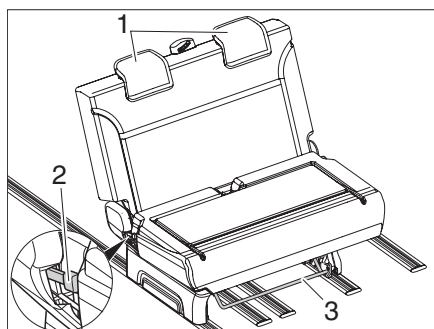

Figure 15 Banquette
- ▷ Ne pas se tenir sur l'étrier (Figure 15,3).
- ▷ Ne pas porter la banquette-banquette-lit par l'étrier (Figure 15,3).
- ▷ Déplacer la banquette-banquette-lit uniquement en position assise. Ne pas pousser ou tirer la banquette en position latéralement sur l'étrier (Figure 15,3).
- Tirez l'étrier (Figure 15,3) et poussez la banquette vers l'avant.
- Démontez les appuie-tête (Figure 15,1).
- Tirez sur le levier (Figure 15,2) et rabattez le dossier de la banquette vers l'arrière.
- Repoussez le levier (Figure 15,2) vers le bas pour un blocage sûr du dossier.